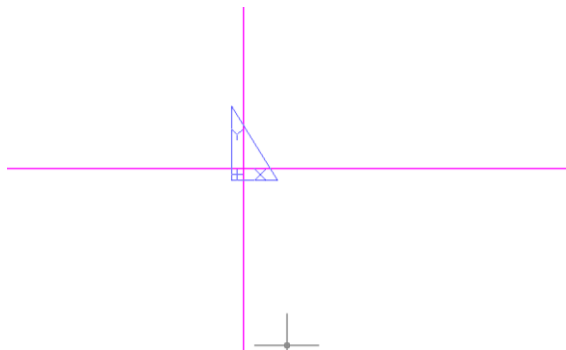

Рисунок 1.6 – Допоміжні лінії при побудові
6. Через отриманий новий початок координат провести горизонтальну і вертикальну допоміжні лінії (рис. 1.6).